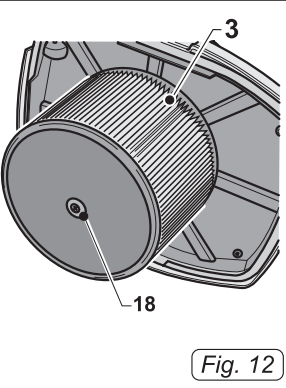

Fig. 12
- Aflojar el tornillo central (18 Fig.12) y retirar el cartucho del filtro (3 Fig.12).